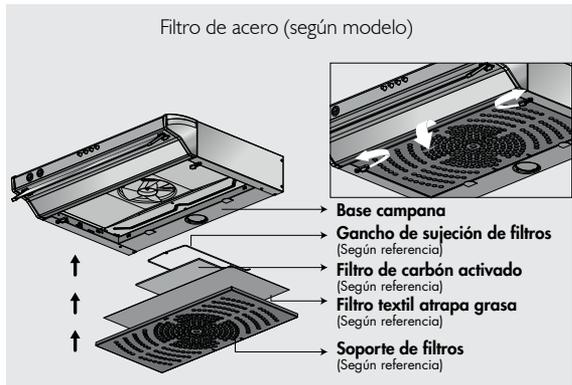

Figura 11
- Para Extraer el filtro de acero debe deslizar hacia afuera los seguros situados en la base de la campana, halar hacia abajo el soporte filtro y retirar (figura 11).